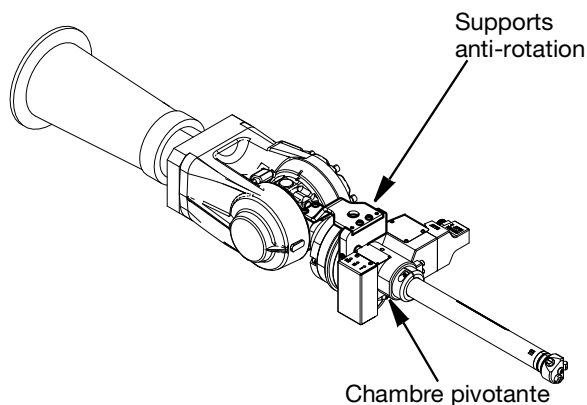

FIG. 3
Une fois le pistolet Switch 3D monté sur le robot, les supports anti-rotation doivent être fixés au boîtier pivotant (619) et au point de fixation sur le robot à l'aide des vis à tête hexagonale. Le montage exact des supports anti-rotation dépendra du robot et du kit utilisés. Voir FIG. 3 pour un exemple d'installation et page 31 pour la référence de la pièce de la chambre pivotante.